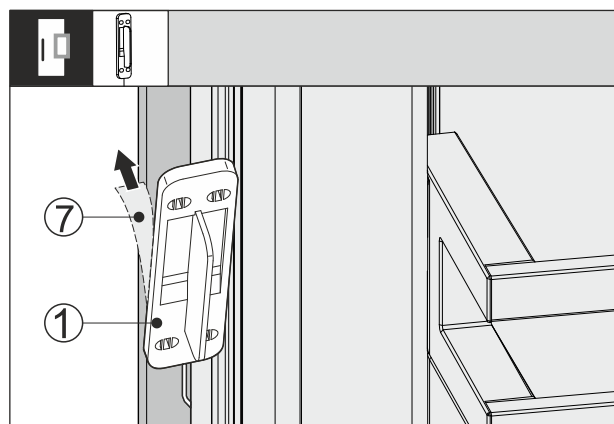

Fig. 66
- Stáhněte ochrannou fólii Fig. 66 (7) na zadní straně senzoru klepání Fig. 66 (1).